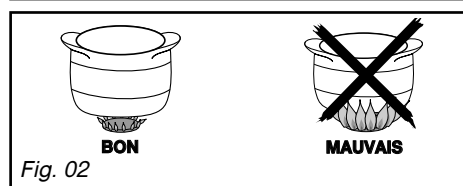

Fig. 02
– Réglez la couronne de flammes de façon que celles-ci ne débordent pas du pourtour du récipient (Fig. 02).